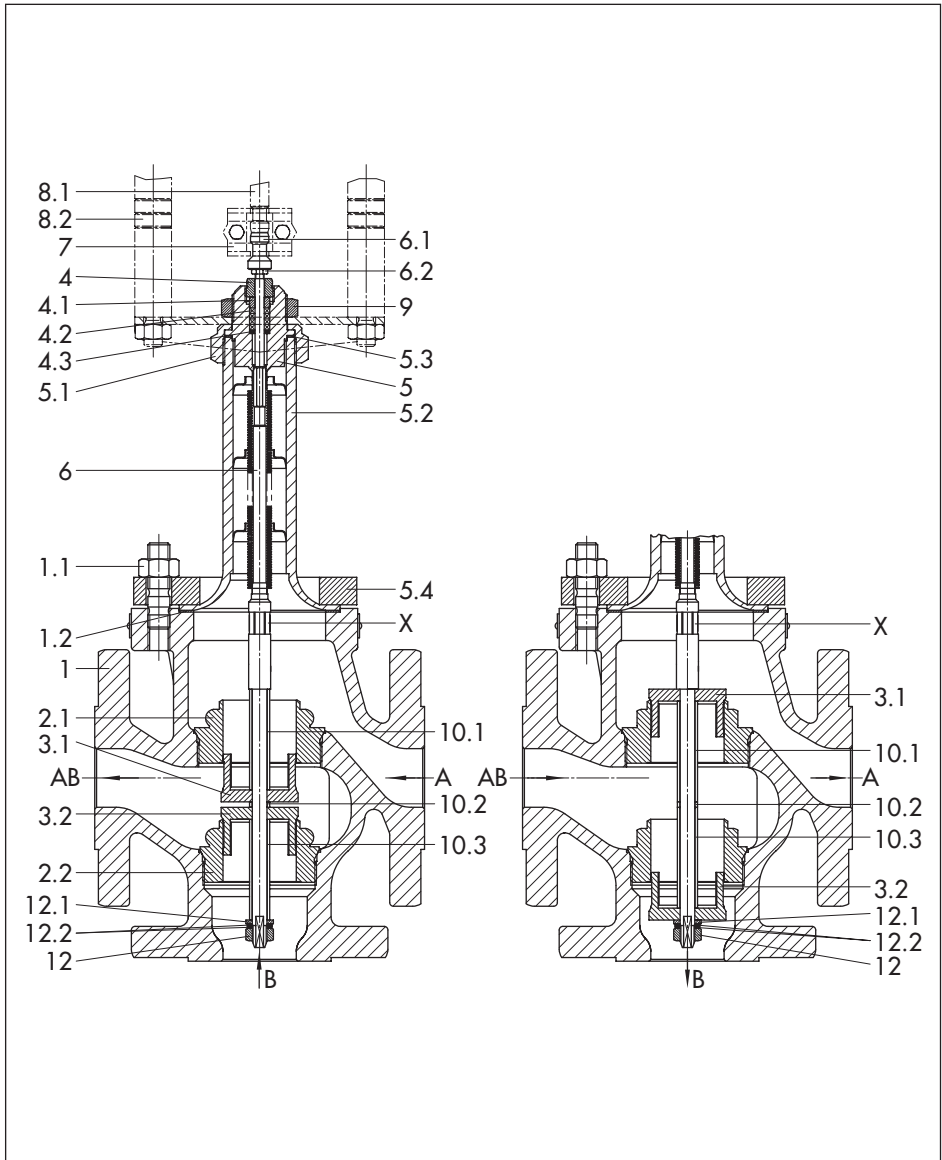

Bild 1: Schnittbild DN 32 bis 50, Kegelanordnung links als Mischventil, rechts als Verteilventil
Bei allen Reparaturarbeiten muss der Antrieb vom Ventil getrennt sein. Dazu die Schrauben der Kupplung (7) und die Mutter (9) entfernen und Antrieb vom Ventil abheben (vgl. Bild 1).
Misch- und Verteilventil unterscheiden sich bei DN 32 bis 80 durch die Anordnung der Kegel und Hülsen (vgl. Bild 1), bei DN 15 bis 25 besteht kein Unterschied.